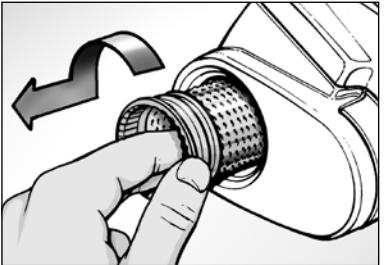
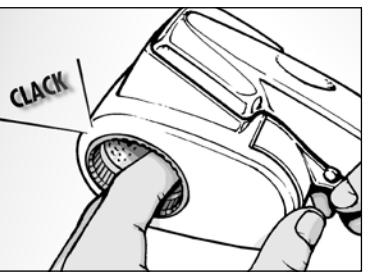

Fig. 6
Fig. 7
**Fig. 6** Ruotare a motore spento di circa 1/4 di giro in senso antiorario la ghiera dentellata, poi tirare verso l'esterno il rullo. **Fig. 7** Per rimontare il rullo è sufficiente inserirlo nella sua sede, e tenendolo premuto, ruotare di 1/4 di giro in senso orario. Uno scatto segnalerà l'aggancio automatico.